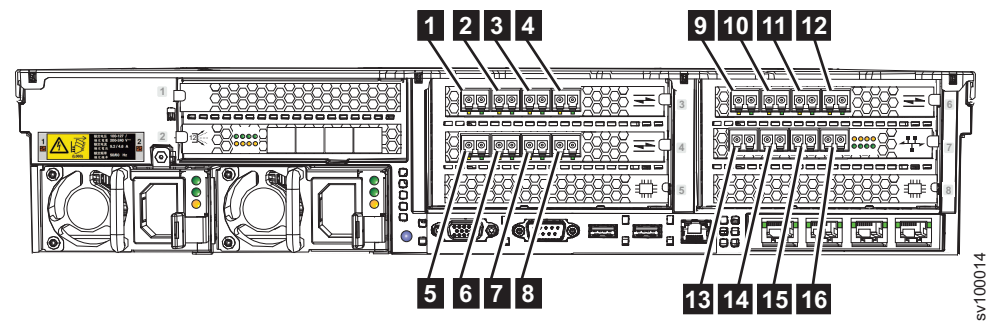

图 32. 光纤通道端口
- 3. 可选： 如果安装了光纤通道功能部件，您可以按配置需求将光纤通道电缆连接到光纤通道端口。 图 32 显示了一个设备示例，其在插槽 3、4 和 6 中安装了 16 Gbps 光纤通道适配器。在插槽 7 中安装了一个 10 Gbps 光学以太网适配器，此适配器用于以太网光纤通道 (FCoE) 通信并提供额外的光纤通道端口。